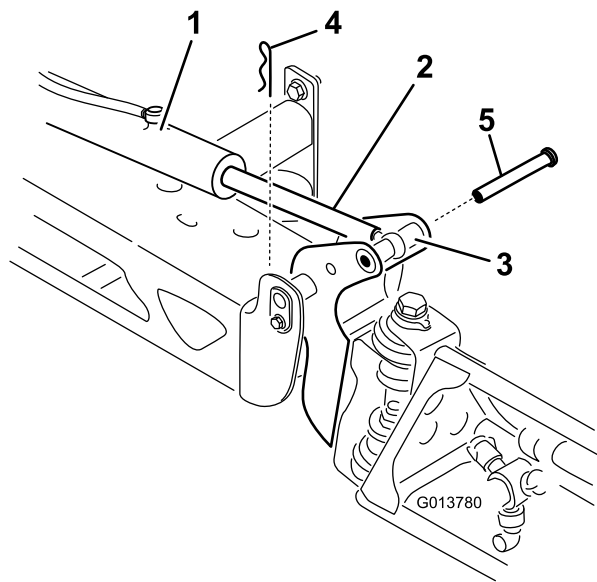

Figure 70
- Retirez la goupille fendue de l'axe de chape (Figure 70).
- Tirez la section vers le haut et retirez l'axe de chape, puis abaissez lentement la section au sol (Figure 70).
7. Tout en soutenant la section de pulvérisation, insérez l'axe de chape dans le pivot de rampe et la tige de vérin (Figure 70).